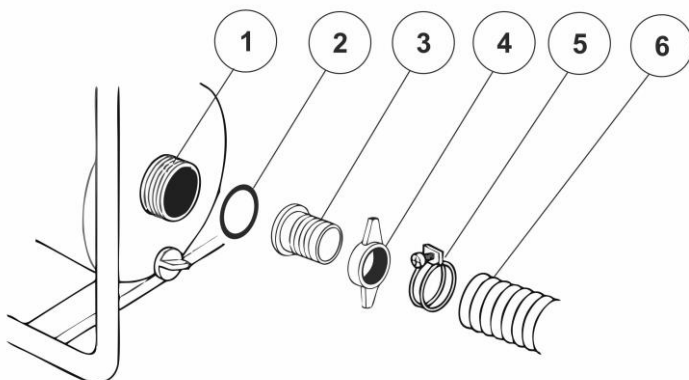

Рис. 9 Установка всасывающего рукава.
2. Установите штуцер 3 через уплотнительное кольцо 2 на патрубок входного отверстия 1 (Рис. 9).
3. Наденьте (до упора) всасывающий рукав 6 на установленный штуцер 3 и затяните соединение хомутом 5 (Рис. 9).